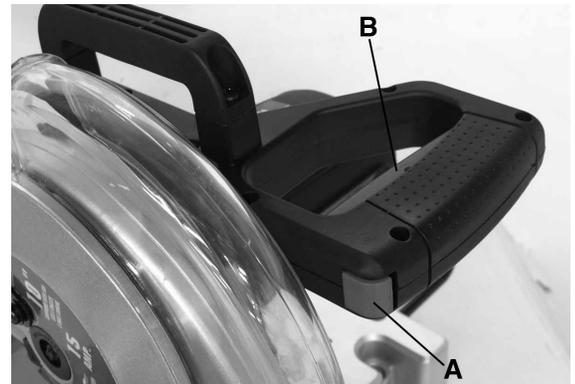

FIGURE 7
Pour mettre la scie en marche, appuyez sur le bouton de sécurité (A) Fig.7 et ensuite tirez sur la grande gâchette (B) Fig.7. Pour arrêter la scie, relâchez la gâchette.